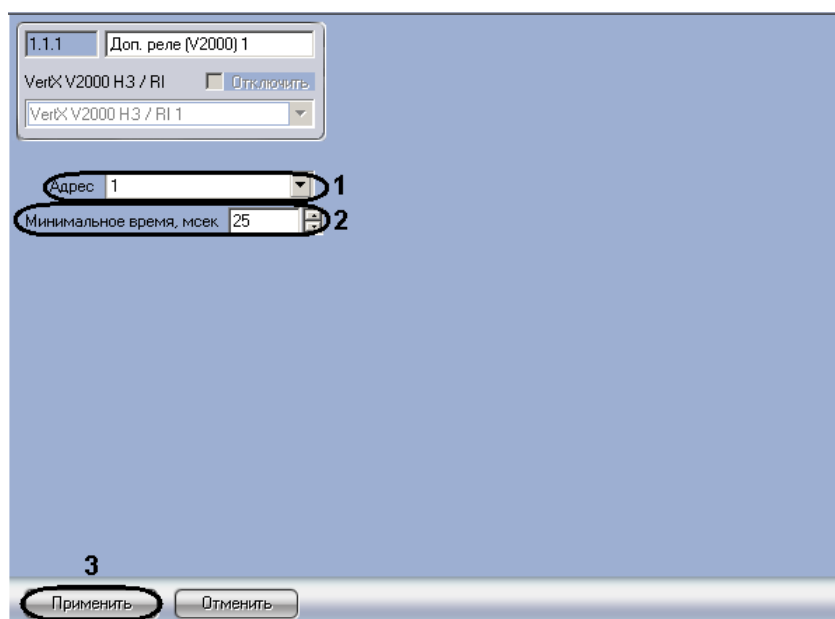

Рис. 3.7—9 Настройка дополнительных реле
2. Выбрать адрес реле из соответствующего раскрывающегося списка (см. Рис. 3.7—9, 1).